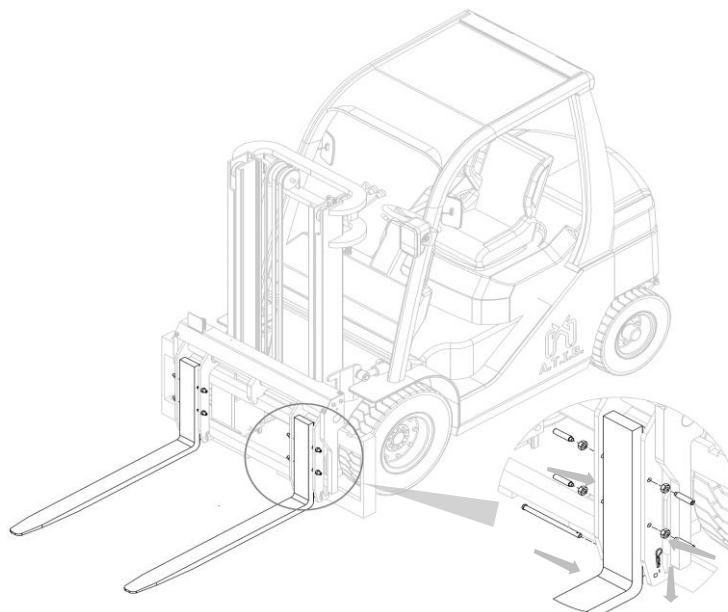

Abbildung 10
2. Schieben Sie die Gabelzinken ein und schrauben Sie die Gabelzinkenfeststeller an der Seite des Futtermechanismus wieder ein. Stecken Sie die Innenstifte (siehe Punkt Befestigung der Gabelzinken) zum Befestigen der Gabelzinken zurück (siehe Abbildung 10).